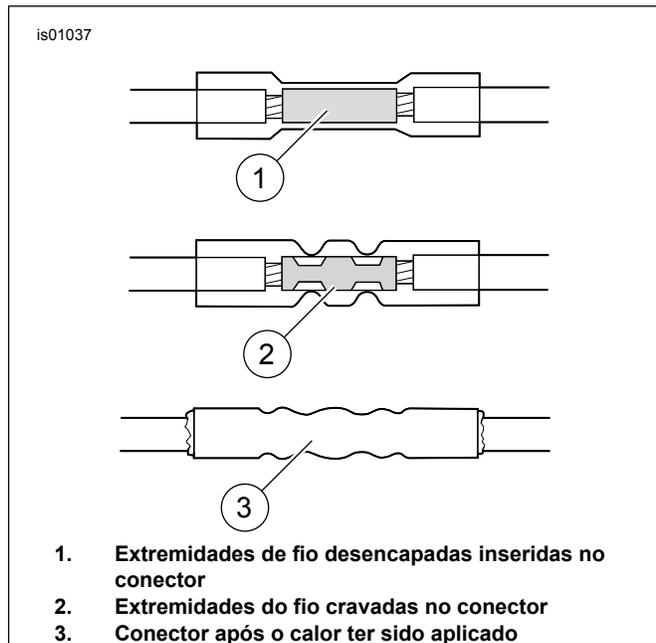

Figura 8. Conexões de Emendas Seladas
- e. Ver Figura 8 . Das extremidades cortadas, inserir um fio laranja/branco numa das extremidades do conector de emenda. Na outra extremidade do conector de emenda, inserir outro fio laranja/branco com o fio vermelho do chicote adaptador.
- Ver Figura 8 . Inserir o fio laranja/branco do passo 4b numa das extremidades do conector selado de emenda. Inserir o fio vermelho do chicote adaptador na outra extremidade do conector selado da emenda.